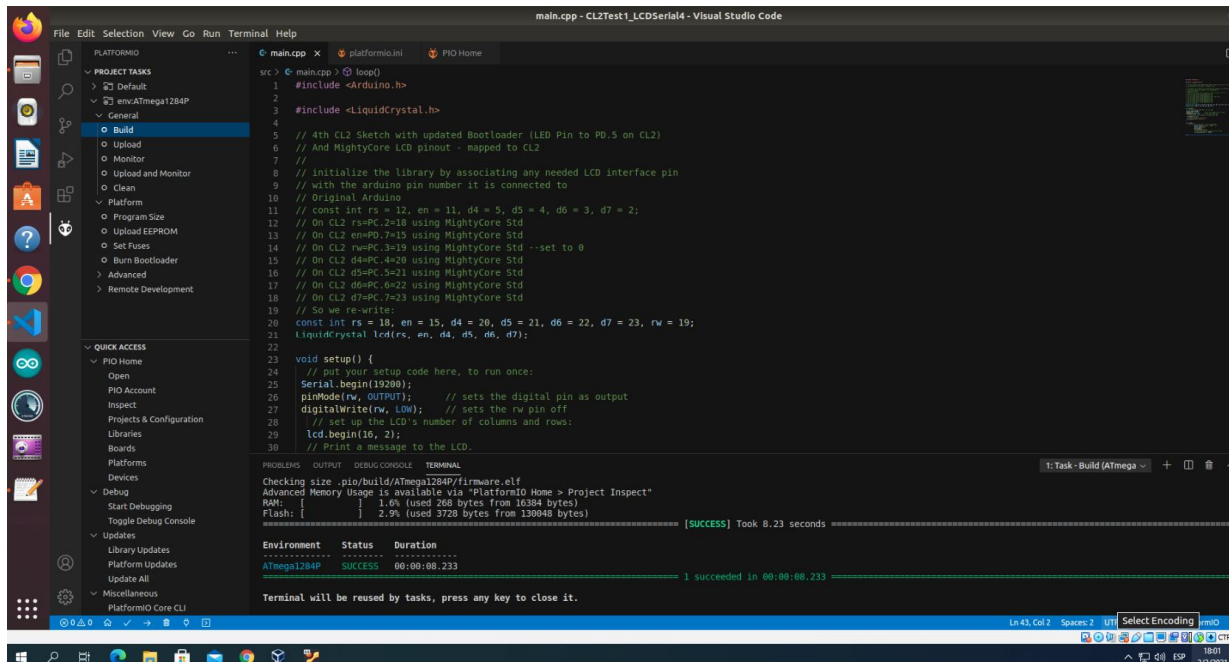

Figura 6 Utilización de Visual Studio Code y el plug-in PlatformIO bajo Linux con una placa CL2 y Optiboot conectada (02-21)
Asimismo se ha ensayado el uso de Optiboot/CL2 con la herramienta abierta PlatformIO [ref4], que facilita la programación en C++ en forma directa para muchos microcontroladores (además de la línea AVR, por ejemplo ESP8266 o ESP32) y se configura como plug-in en editores más avanzados como Atom o Visual Studio Code (VSC [ref5], gratuito) . En la Figura 6 se aprecia el ensayo bajo Linux / Ubuntu 18.04 de una placa CL2 con la biblioteca LiquidCrystal de Arduino, utilizando VSC con el plug-in PlatformIO, y un display alfanumérico reducido de 16 x 2.